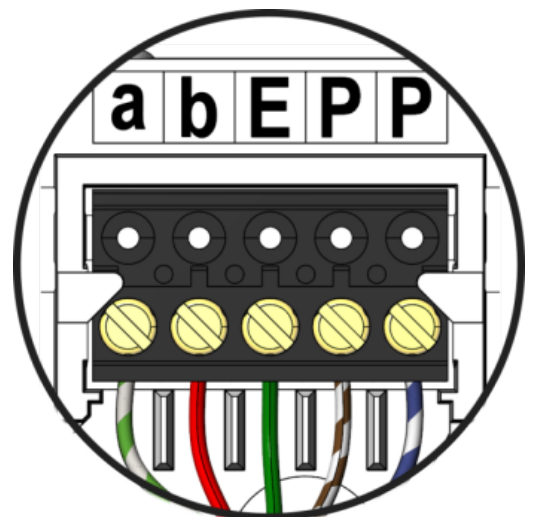
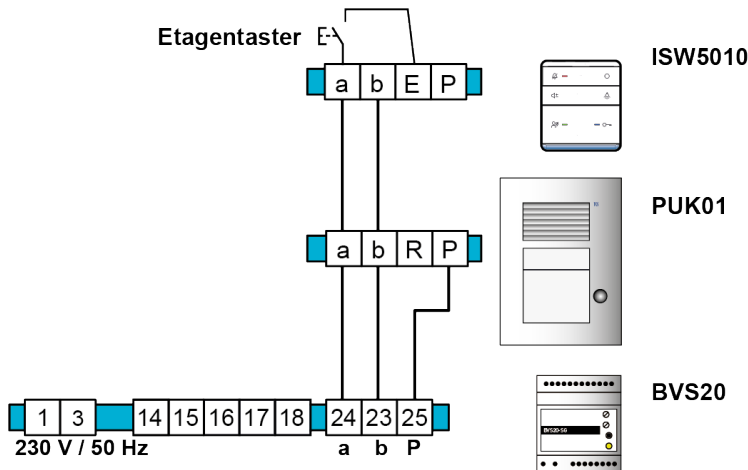

Abb. 5: Leitungen anschließen
Abb. 8: Schaltungsbeispiel 2-Drahtbetrieb
- Schließen Sie die Leitungen gemäß Beschriftung an (Abb. 5). Schaltungsbeispiele siehe S. 13 Abb. 8.